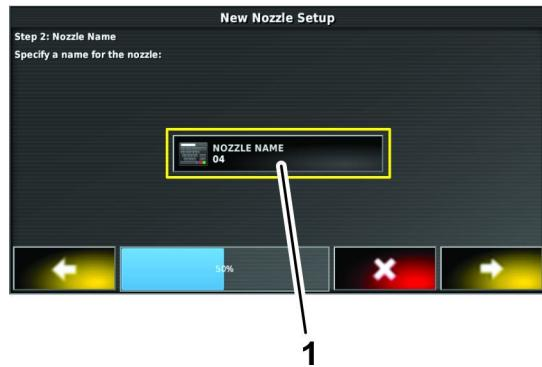

Figura 78
6. Pulse el icono NOMBRE DE LA BOQUILLA (Figura 78).